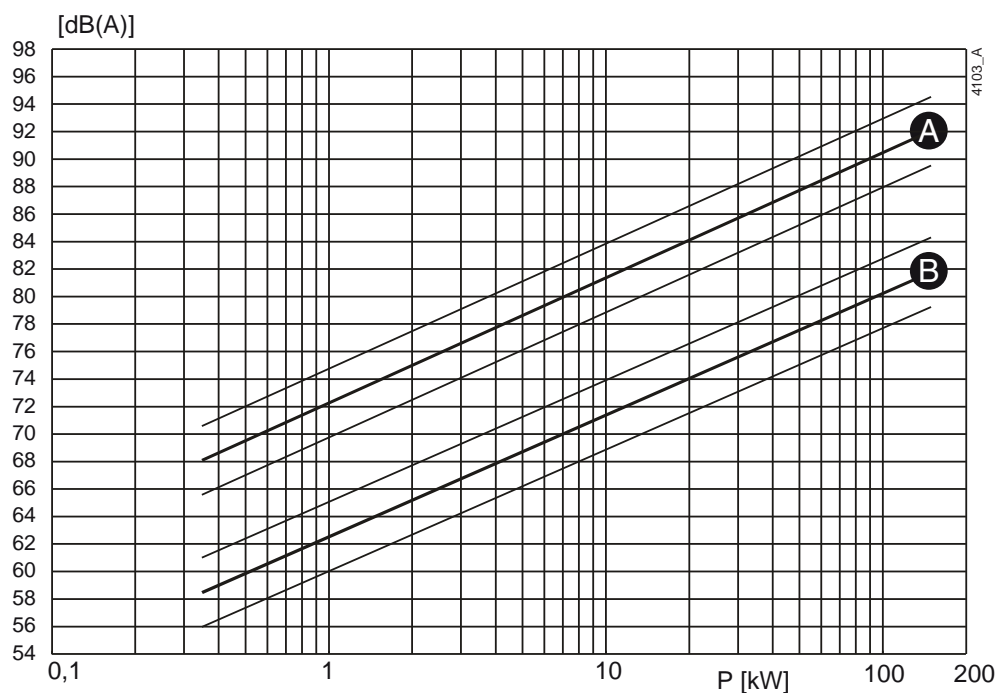
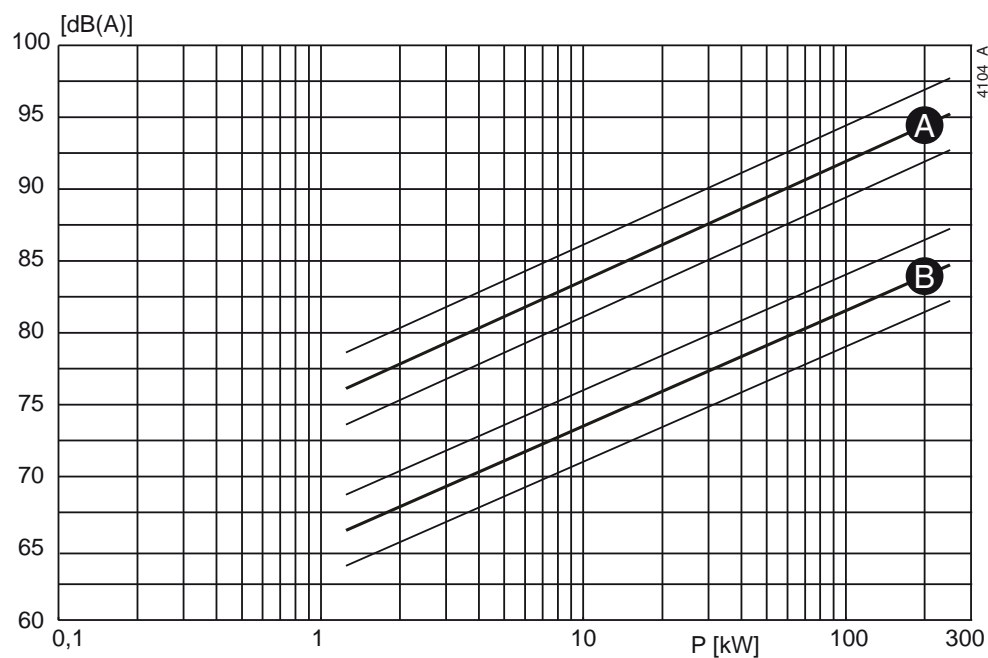

Figure 97: Niveau sonore en fonction de la puissance de la pompe [kW] à 1450 min^{-1} .
Figure 98: Niveau sonore en fonction de la puissance de la pompe [kW] à 2900 min^{-1} .
- 1 Déterminez le niveau sonore (L_1) de la pompe, voir Figure 97 ou Figure 98.